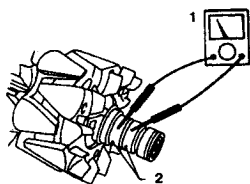

Рис. 12.10 Проверка проводимости токосъемного кольца генератора (См. Раздел 8)
9. Подсоедините щупы омметра так, как показано на Рис. 12.10 и проверьте токосъемные кольца на проводимость. Замените ротор, если проводимость отсутствует.